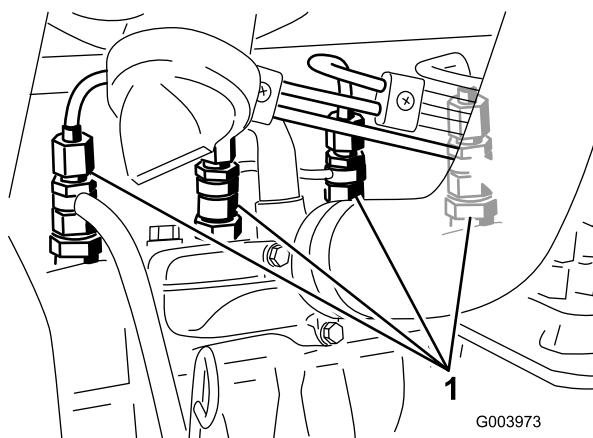

Figura 31
- Afloje la conexión entre el tubo y el conjunto de boquilla y soporte N° 1 (Figura 31).